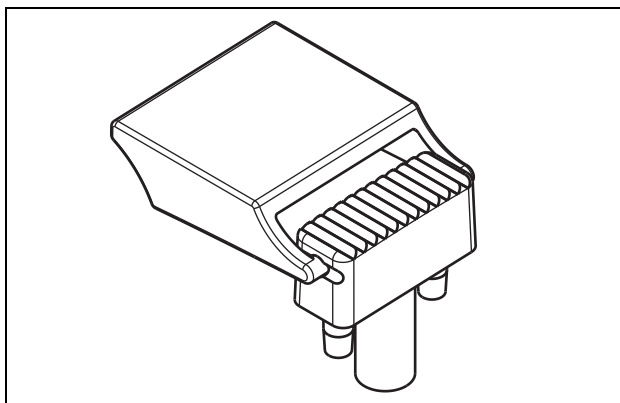

figura 25.1: Protezione tasti
- 1 Far scattare la protezione per il tasto sulla lente di ricambio (vedere figura 25.1 per il risultato finale).